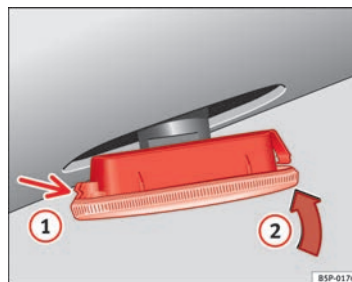

Fig. 165 Clignotants latéraux
- Placez d'abord le clignotant dans l'orifice de la carrosserie, en emboîtant les agrafes ① ⇒ fig. 165, puis emboîtez l'ampoule comme indiqué par la flèche ② ⇒ fig. 165. ■